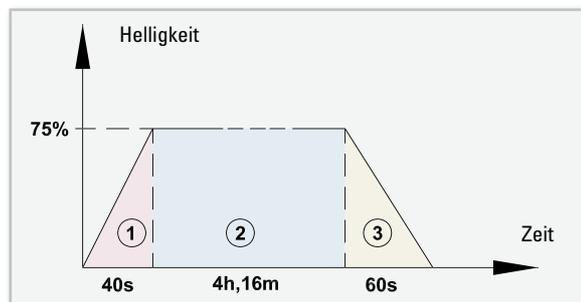

Bild 1: Der Ablauf eines Makros, das nach der Programmierung eines FS20-Senders und eines FS20-Dimmers über den Sender ausgelöst werden kann
Ein kleines Beispiel dazu soll diese Makro-Funktionalität kurz anreißen: Eine Leselampe soll abends per Fernbedienung auf 75 % der vollen Helligkeit eingeschaltet werden. Sicherheitshalber soll sich die Lampe spätestens nach 4 Stunden automatisch wieder abschalten, wenn man z. B. vergessen hat, sie auszuschalten, oder wenn man eingeschlafen ist. Weil das angenehmer ist, soll die Lampe langsam auf- und beim Ausschalten wieder abdimmern. Dieser Schaltablauf ist in Abbildung 1 dargestellt. Im ersten Teil ① wird mit dem Befehl „Dimme innerhalb der übertragenen Timer-Zeit (40 s) auf 75 %“ hochgedimmt. Durch die Programmierung des internen On-Timers des Dimmers schaltet sich die Lampe nach spätestens 4 Stunden und 16 Minuten ② wieder aus. Durch die Programmierung der internen Rampenzeit auf 60 Sekunden geschieht das Ausschalten durch langsames Herunterdimmen ③.